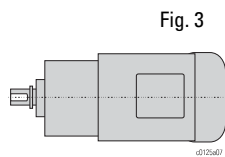

Fig. 3
- glatte Welle mit Passfeder (Fig.3)
- plain shaft with feather key (Fig. 3)
- arbre simple à rainure de clavetage (Fig. 3)